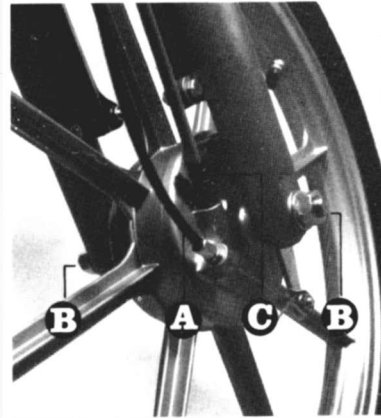

Fig. 20
Colocar el ciclomotor sobre el caballete. Para desmontar la rueda delantera, soltar el cable del freno (A), aflojar las tuercas que fijan el eje de la rueda delantera a la horquilla (B), y una vez fuera, desplazar largamente la toma del cuentakilómetros (C), hasta sacarla del eje (ver fig. 20).